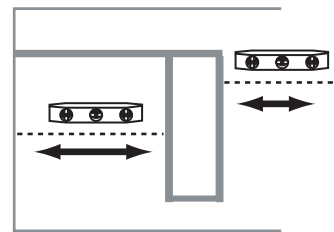

FIG. 4.1
2. Tracer une ligne de niveau de la même longueur que la tablette pour toutes les tablettes INFÉRIEURES (D) sur la paroi arrière du placard (Fig. 4.1).